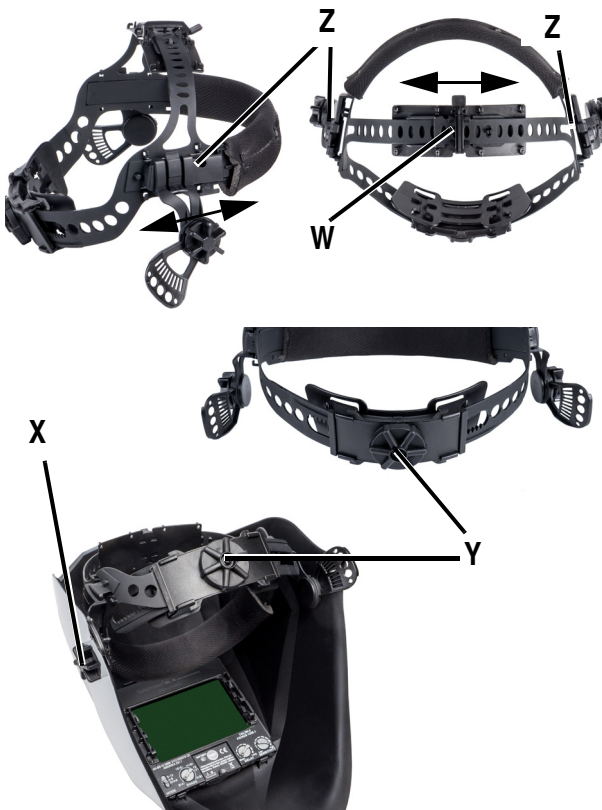

Abb. 6: Einstellung der Kopfbänder
1. Oberes Kopfband W (Abb. 6) - Verstellmöglichkeit in Pfeilrichtung weiter oder enger, um den Helm auf eine geeignete Position einzustellen.